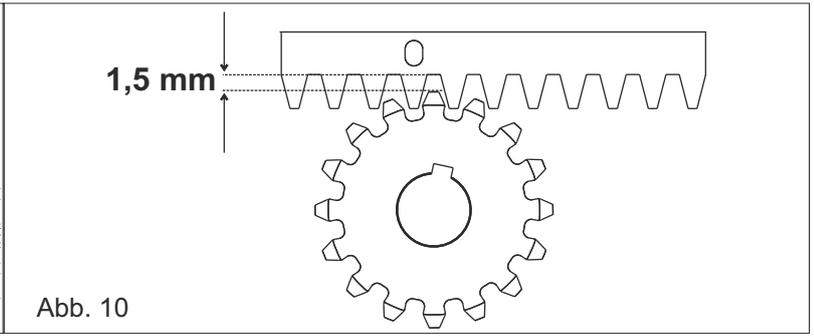

Abb. 10
5.6. Die gesamte Zahnstange muss um 1,5 mm angehoben werden, damit das Gewicht des Tores das Ritzel nicht belastet (Abb. 10).